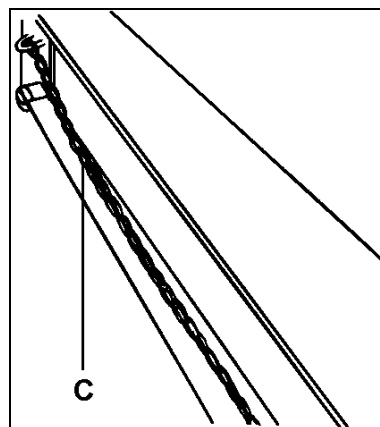

Abb. 1/a
- Es ist immer erforderlich, den Universalanschluss wenn er nicht im Einsatz ist, zu blockieren und an seine Kette C (Abb. 1/a) zu hängen.
Die Maschine auf einer ebenen Fläche mit dem Stützfuß aufstellen (die Höhe der Zapfwelle sollte 86-90 Zentimeter über dem Boden betragen - Abb. 1/bis). Die Maschine rückwärts am Traktor einhaken, indem die Zugöse in die gewünschte Höhe gebracht wird (wenn nötig, die Höhe der Anhängerkupplung des Traktors ebenfalls anpassen) und sichergehen, dass alles sicher befestigt ist. Die Rundballenpresse ist richtig aufgestellt wenn ihr Rahmen sich parallel zum Boden befindet oder leicht aufwärts gerichtet ist (Abb. 1/bis).